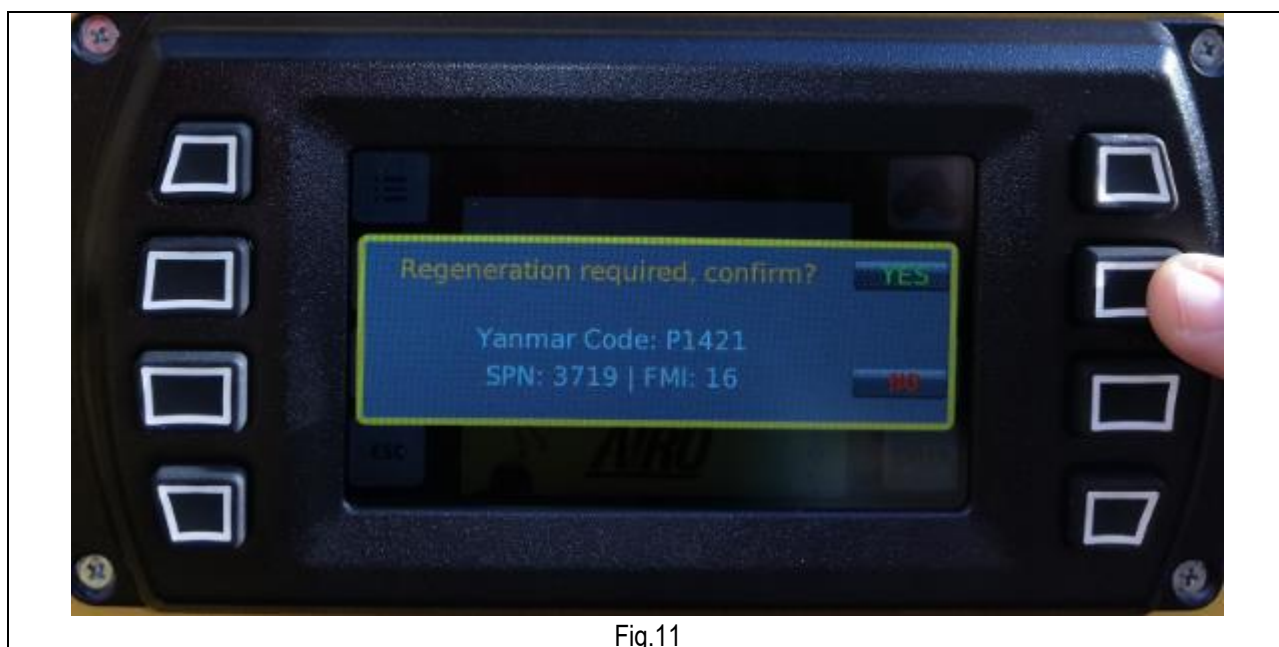

Fig.11
- Le message apparaît comme dans la Fig.11 "**Regeneration required, confirm?**". Ensuite, sélectionner "YES" avec le bouton "F" en correspondance pour commencer la régénération.
À ce stade, la fenêtre s'ouvre comme sur la figure 11, puis cliquer sur "Yes". Une fois que la régénération a commencé, l'écran suivant apparaît, où on peut voir la progression de la régénération. Le moteur monte progressivement en régime jusqu'à 2200 tours/minute et la barre "STATUS" est chargée jusqu'à ce qu'elle soit complètement remplie lorsque la régénération est terminée.